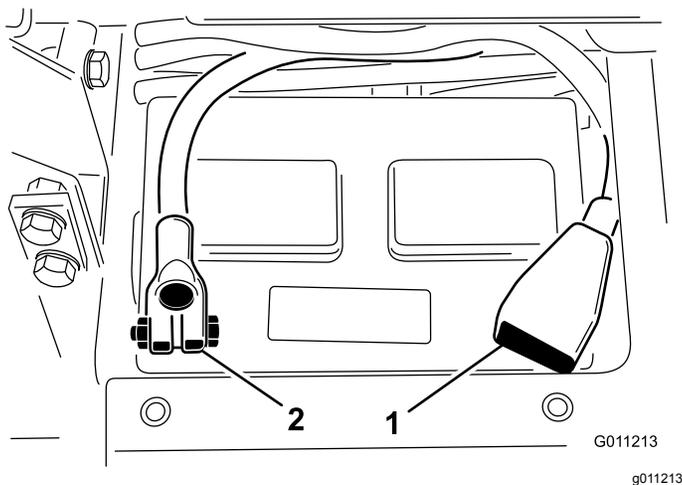

図 5
- 赤いケーブルをバッテリーの端子に、黒いケーブルはバッテリーの端子にはめ、ボルトとナットで固定する 図 5。プラス端子が電極に十分にはまり込んでいること、ケーブルの配線に無理がないことを確認する。ケーブルとバッテリーカバーを接触させないこと。